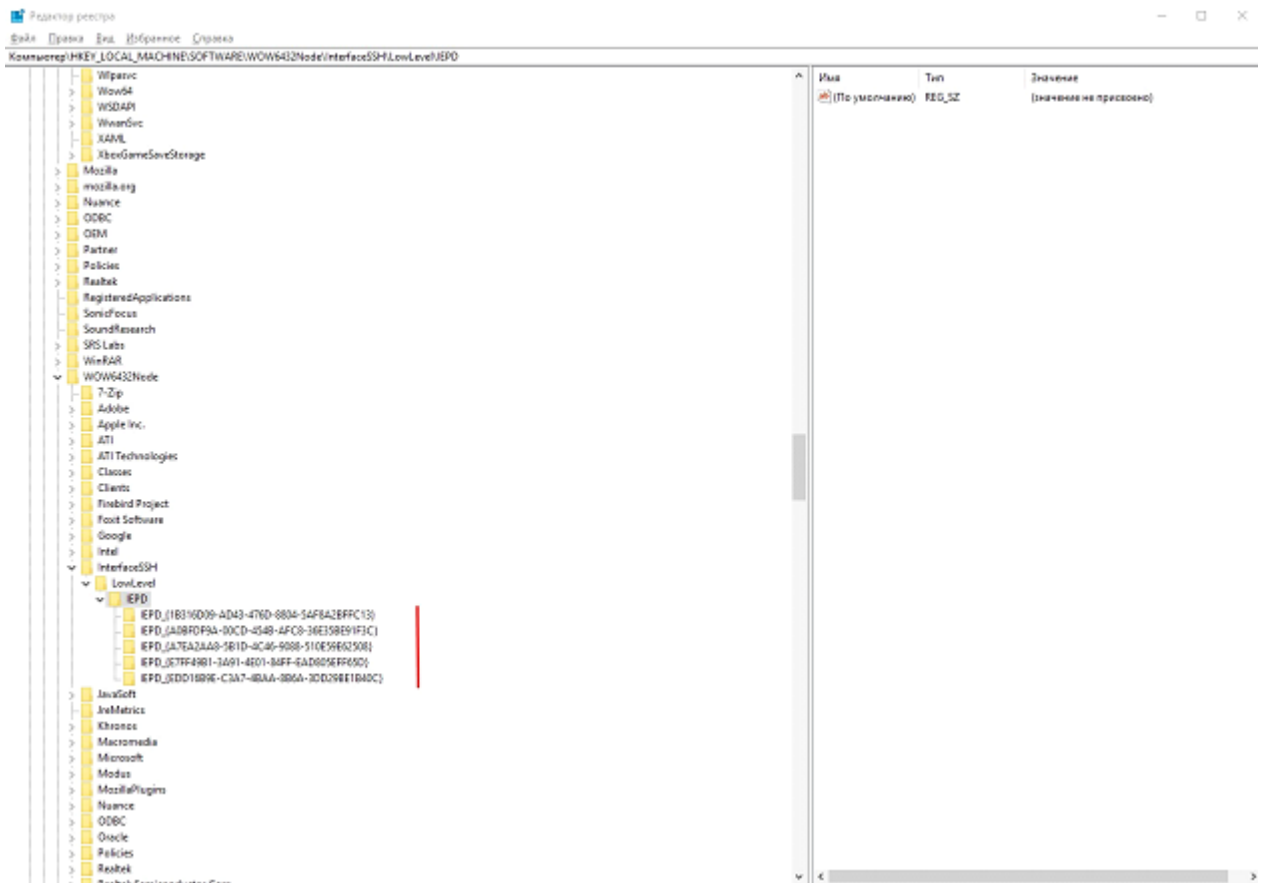

Рис.1
\LowLevel\IEPD рис.1 в нашем случае это пять устройств.
- Нас интересуют устройства с окончанием на ...13 и ...08, считаются устройства сверху вниз с 0,1,2,3,4 рис.1